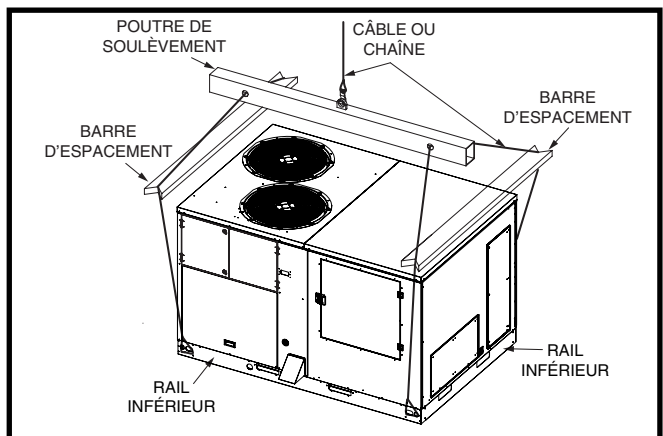

Figure 3. Gréage et levage
- Des barres d'écartement sont requises pour protéger l'appareil et assurer une charge uniforme. Voyez la Figure 3.